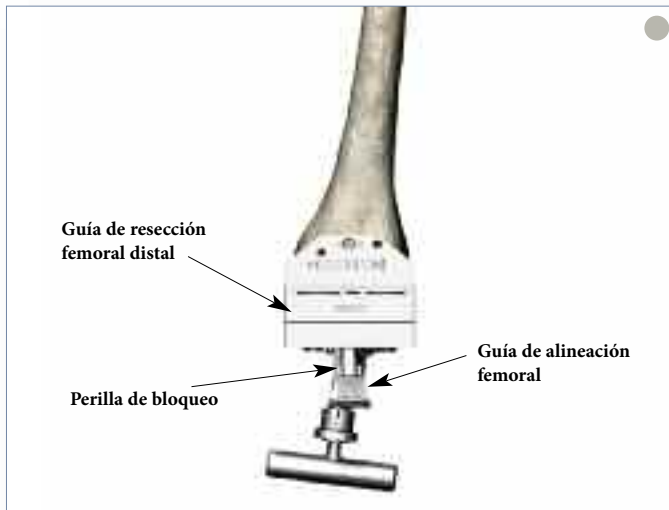

Figura 7
- Seleccione la guía de resección femoral distal apropiada y móntela en la guía de alineación femoral, al colocar la guía de resección sobre los dos tetones de la guía de alineación. La guía de resección se fija en la posición correcta, al presionar y girar la perilla de bloqueo 1/4 de vuelta en sentido horario (Figura 7).